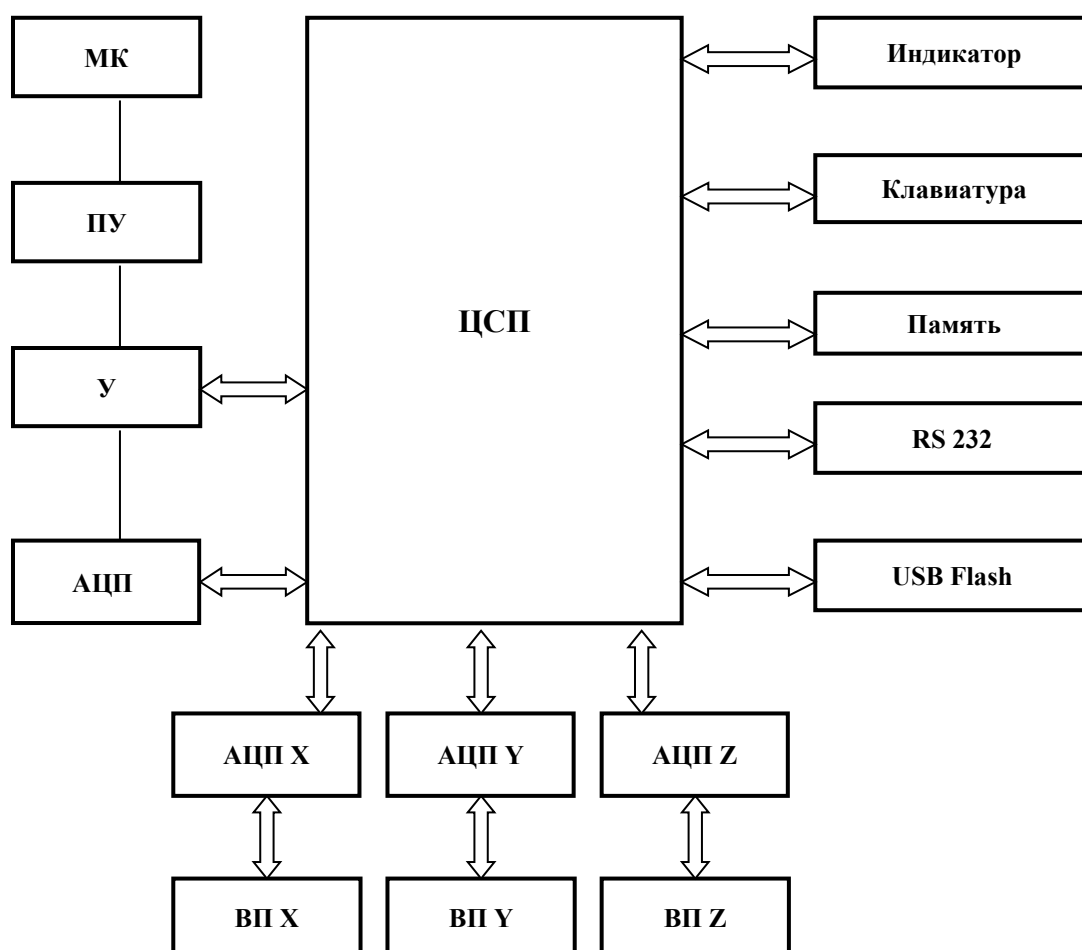

Рис. 2.3.. Функциональная схема прибора.
2.4. Измерение параметров шума основано на преобразовании звуковых колебаний в электрические с их последующей обработкой в соответствии функциональной схемой прибора, рисунок 2.3.
2.5. Измерение параметров вибрации основано на преобразовании колебаний в электрический сигнал с помощью ВП его последующей обработкой в соответствии функциональной схемой прибора, рисунок 2.3. Дальнейшая обработка сигнала осуществляется цифровым способом. Частота оцифровки сигнала 48 кГц. Разрядность - 24 бит. Цифровое представление сигнала поступает в ЦСП и обрабатывается по алгоритму, соответствующему выбранному режиму измерения.